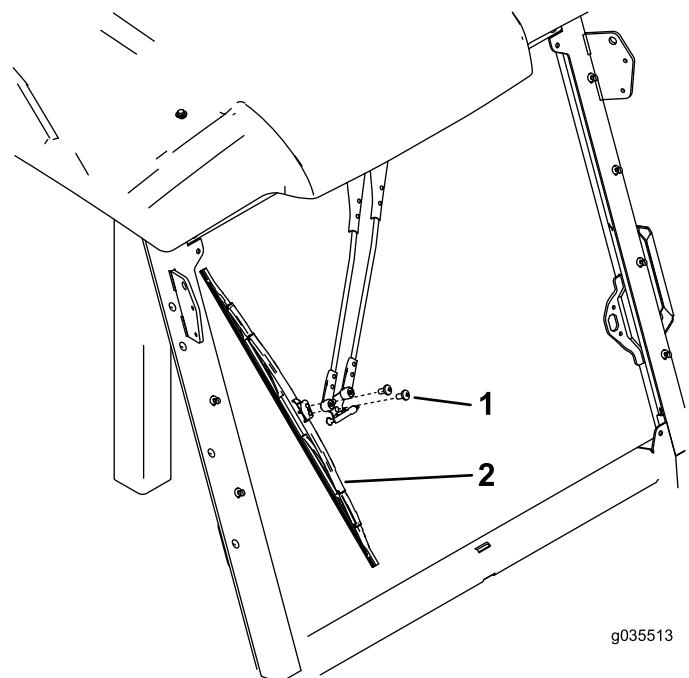

Figura 5
4. Montate la lama del tergilavavetri come illustrato nella Figura 5.